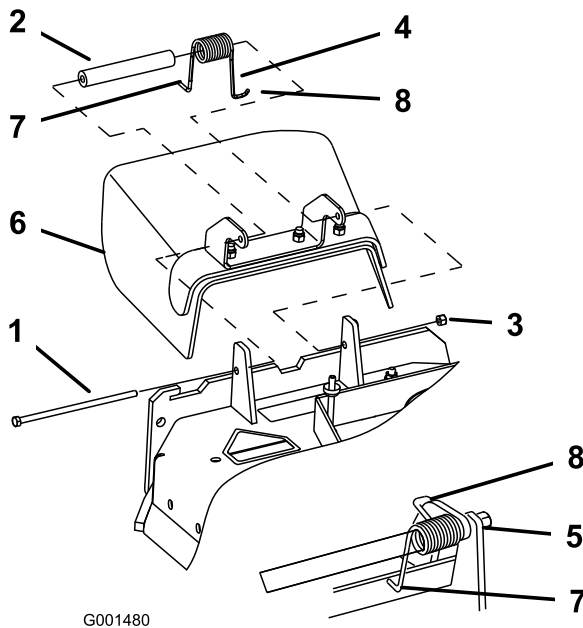

Figure 52
1. Retirez le contre-écrou, le boulon, le ressort et l'entretoise qui fixent le déflecteur aux supports de pivot (Figure 52). Enlevez le déflecteur s'il est endommagé ou usé.
Remarque: Prenez soin de placer l'extrémité en **L** du ressort derrière le bord du plateau avant de mettre le boulon en place, comme indiqué à la Figure 52.
- Remettez le boulon et l'écrou. Accrochez l'extrémité en **J** du ressort au déflecteur d'herbe (Figure 52).